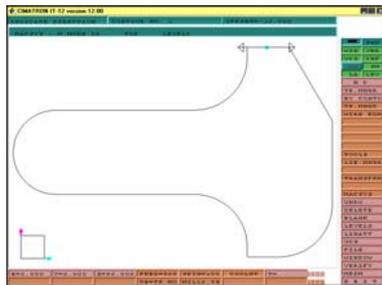
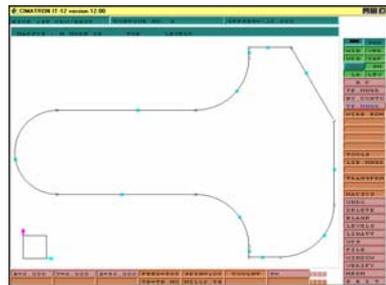

Рисунок 22
Рисунок 23
16. Указываем курсором на ребро, появляются стрелки (рис.22). Выбор направления обхода, последовательно указываем весь контур (рис.23).